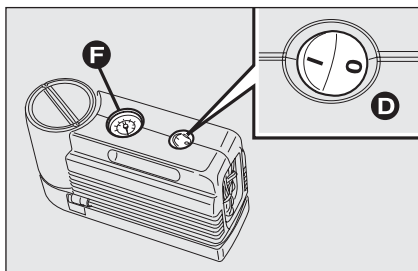
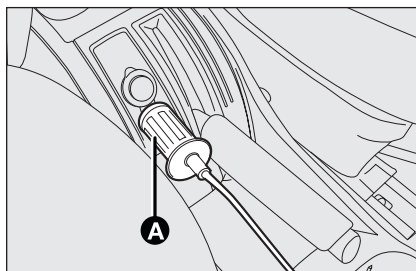

fig. 6
fig. 7
- assicurarsi che l'interruttore **D-fig. 6** del compressore sia in posizione **0** (spento), avviare il motore, inserire la spina **A-fig. 7** nell'accendisigari e azionare il compressore portando l'interruttore **D** in posizione **I** (acceso). Gonfiare il pneumatico alla pressione prescritta nel paragrafo "Pressione di gonfiaggio" del capitolo "Dati Tecnici".